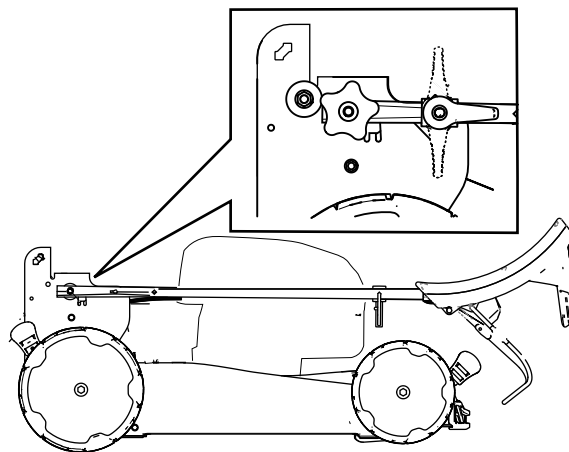

Figura 22
4. Pliați mânerul în față, către poziia înainte completă, așa cum este ilustrat în Figura 22.